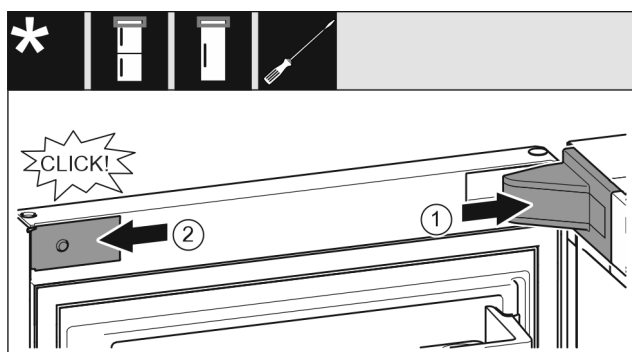

Fig. 22
- ▶ Lagerbokafdekking Fig. 22 (1) plaatsen en vastklikken, evt. voorzichtig uit elkaar drukken.
- ▶ Panelen Fig. 22 (2) aan de zijkanten plaatsen en vastklikken.